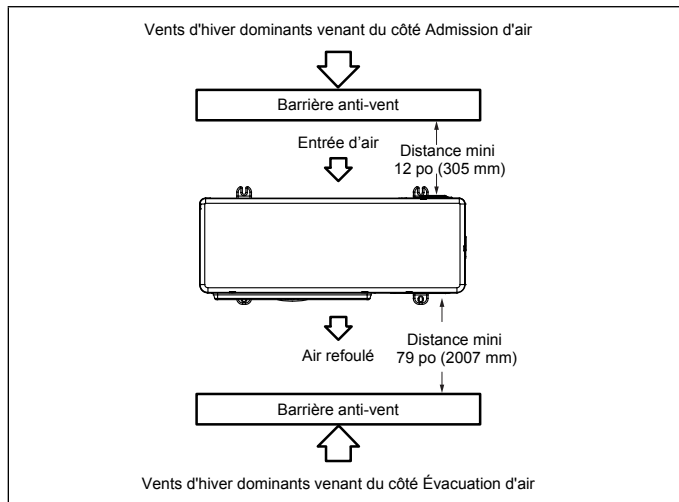

Figure 17. Barrière anti-vent
- Quand les vents dominants sont du côté de l'admission d'air, positionner la chicane anti-vent à un minimum de 12 pouces (305 mm) de l'unité comme illustré à la « Figure 17. Barrière anti-vent ».